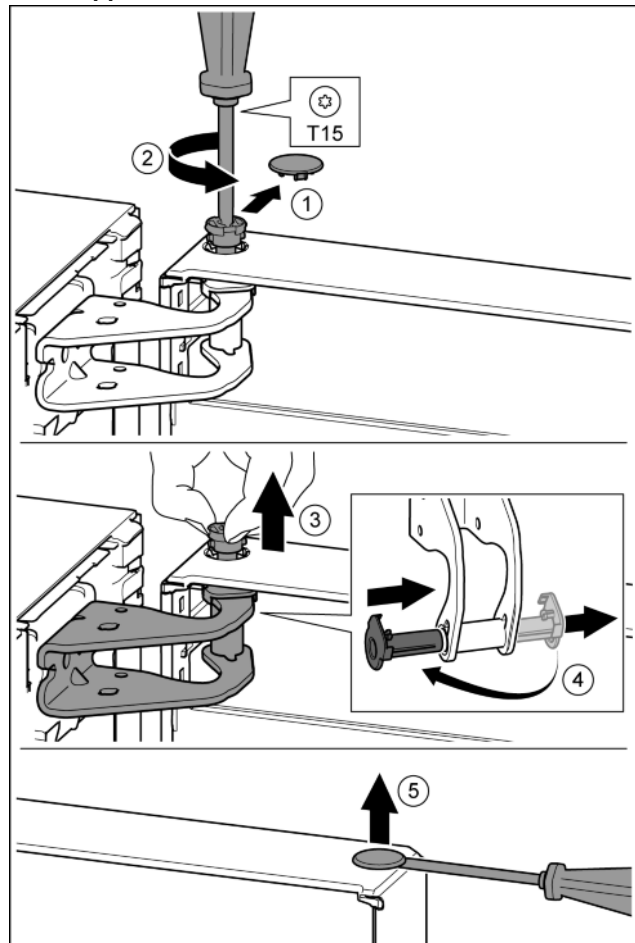

Fig. 12
- ▶ Veiligheidsafdekking voorzichtig eraf trekken. *Fig. 12 (1)*
- ▶ Bout met schroevendraaier T15 een stukje eruit draaien. *Fig. 12 (2)*
- ▶ De deur vasthouden en de bout met de vingers eruit trekken. *Fig. 12 (3)*
- ▶ Lagerbussen uit de geleiding trekken. Op de andere kant aanbrengen en vastklikken. *Fig. 12 (4)*
- ▶ Stop voorzichtig met een sleufschroevendraaier uit de lagerbus van de deur optillen en eruit trekken. *Fig. 12 (5)*